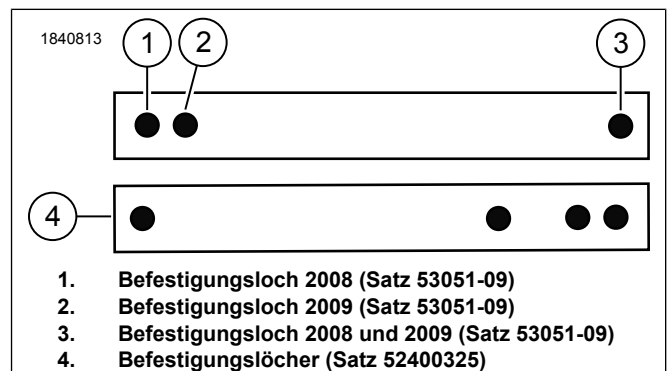

Abbildung 6. Halteriemens
1. Siehe Abbildung 6. Den Halteriemens (2) an den Bolzen (1) befestigen.
- a. Den Halteriemens mit Muttern (E) an den Bolzen (F) befestigen. Festziehen.
- a. Siehe Abbildung 6. Die Halteriemens-Befestigungslöcher verwenden.